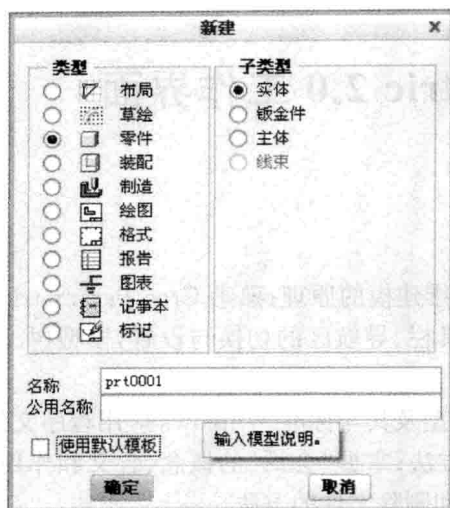

图 1-1 【新建】对话框
(1) 从“开始”菜单或桌面快捷方式,进入 Creo Parametric 2.0 界面。
(2) 选择【文件】菜单→【新建(N)】或者【快速访问】工具栏中的【新建】图标,在打开的【新建】对话框中选择“零件”模式,接受缺省的零件名称 Prt0001,勾选“使用默认模板”,如图 1-1 所示。